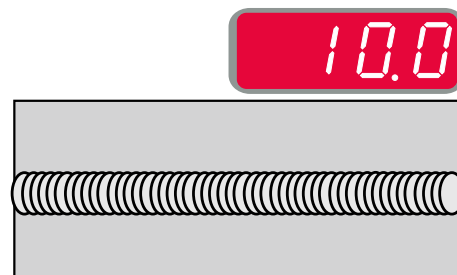

Abb. 17
- Frequenz über 0,0 enge Schweißse und enger Riffelabstand, schnelle Arbeitsgeschwindigkeit. Abb. 17 zeigt den Abstand, wenn die Frequenz „+ 10“ ist.